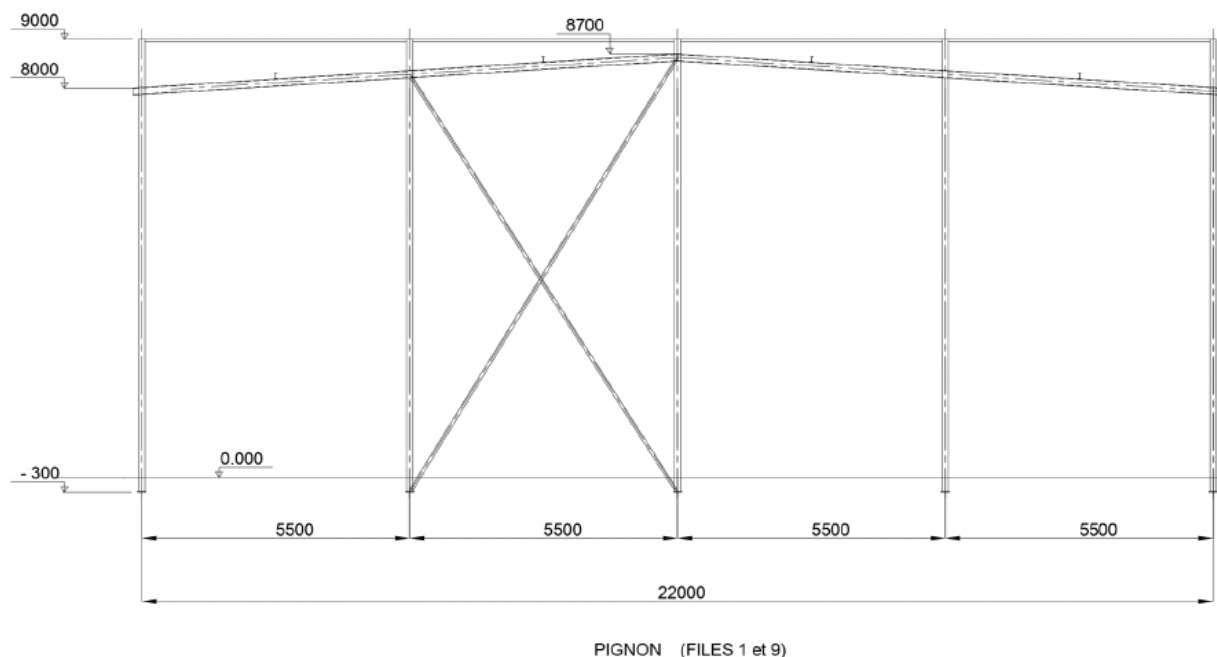

FIGURE 2 – Structure légère poteaux-poutres aux pignons avec une palée de stabilité en croix de Saint-André.
- Deux pans (structures légères poteaux-poutres) aux pignons (figure 2). Chaque pan est stabilisé par une palée de stabilité en croix de Saint-André.
- Les pignons sont des pans de fer composés de deux arbalétriers de profilé UPE et cinq poteaux de profilé IPE (figure 2). Chaque arbalétrier est fixé sur trois poteaux par des boulons.
- Les pignons sont des pans de bois LC composés de deux arbalétriers et cinq poteaux (Figure 2). Chaque arbalétrier est fixé sur trois poteaux par des boulons. Les arbalétriers sont de section rectangulaire de largeur de 10 cm et de hauteur à déterminer. Quant aux poteaux, ils sont aussi de section rectangulaire de largeur de 20 cm et de hauteur à déterminer.